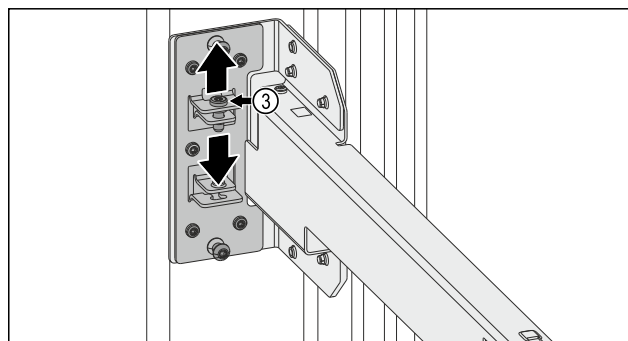

Fig. 14
- ▶ Desserrer la vis Fig. 14 (3).
- ▶ Serrer la vis Fig. 14 (3).